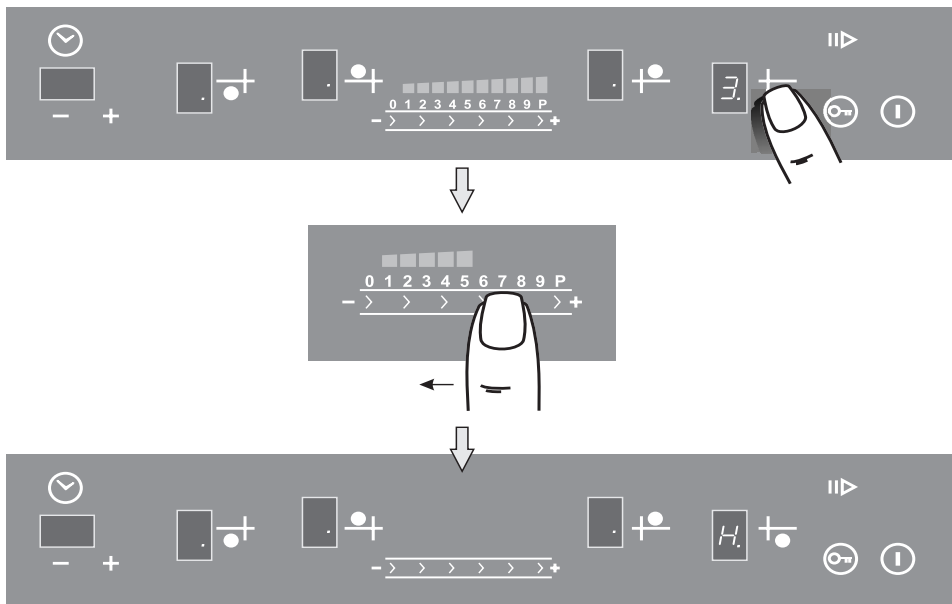

Рис.6
1. Работаящую конфорку перевести касанием зоны ② в режим управления (рис. 6).
2. Перемещая палец по поверхности ④, установить в окне индикации значение «0» - конфорка отключится. В окне ③ будет светиться буква «Н», указывающая, что конфорка еще горячая.